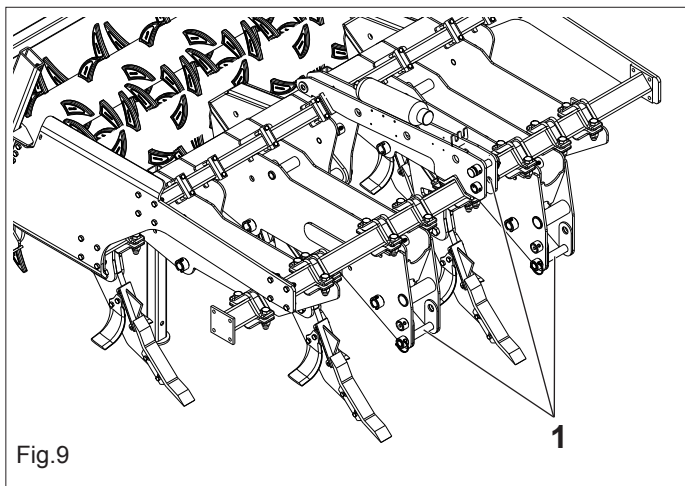

Fig.9
- 1) Prindeți dispozitivul de ridicare pe tije special destinate (1 Fig.9). Blocați cu clemele corespunzătoare.